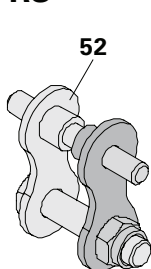

Fig. A9.02
1. Smontare l'adattatore. (Fig. A9.02 + Fig. A9.03a)
2. Inserire il perno (52.1) e il perno filettato (52.2) nei fori della staffa del puntello (RS).